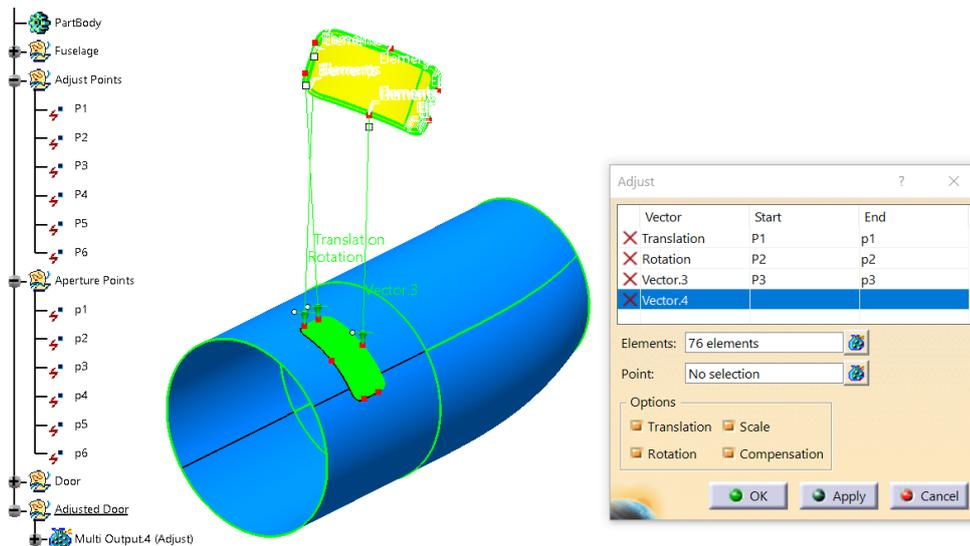

Figura 2.8 Solución final tras aplicar Translation, Rotation, Scale y Compensation.
- **Compensation (Colocación):** es necesario que estén seleccionadas las opciones de “Translation” y “Rotation”. Necesita de un tercer vector como se observa en la Figura 2.8, cuyos puntos inicial y final pertenezcan a los mismos planos de los que parten y acaban los vectores anteriores. Con estos tres vectores se completa la transformación.